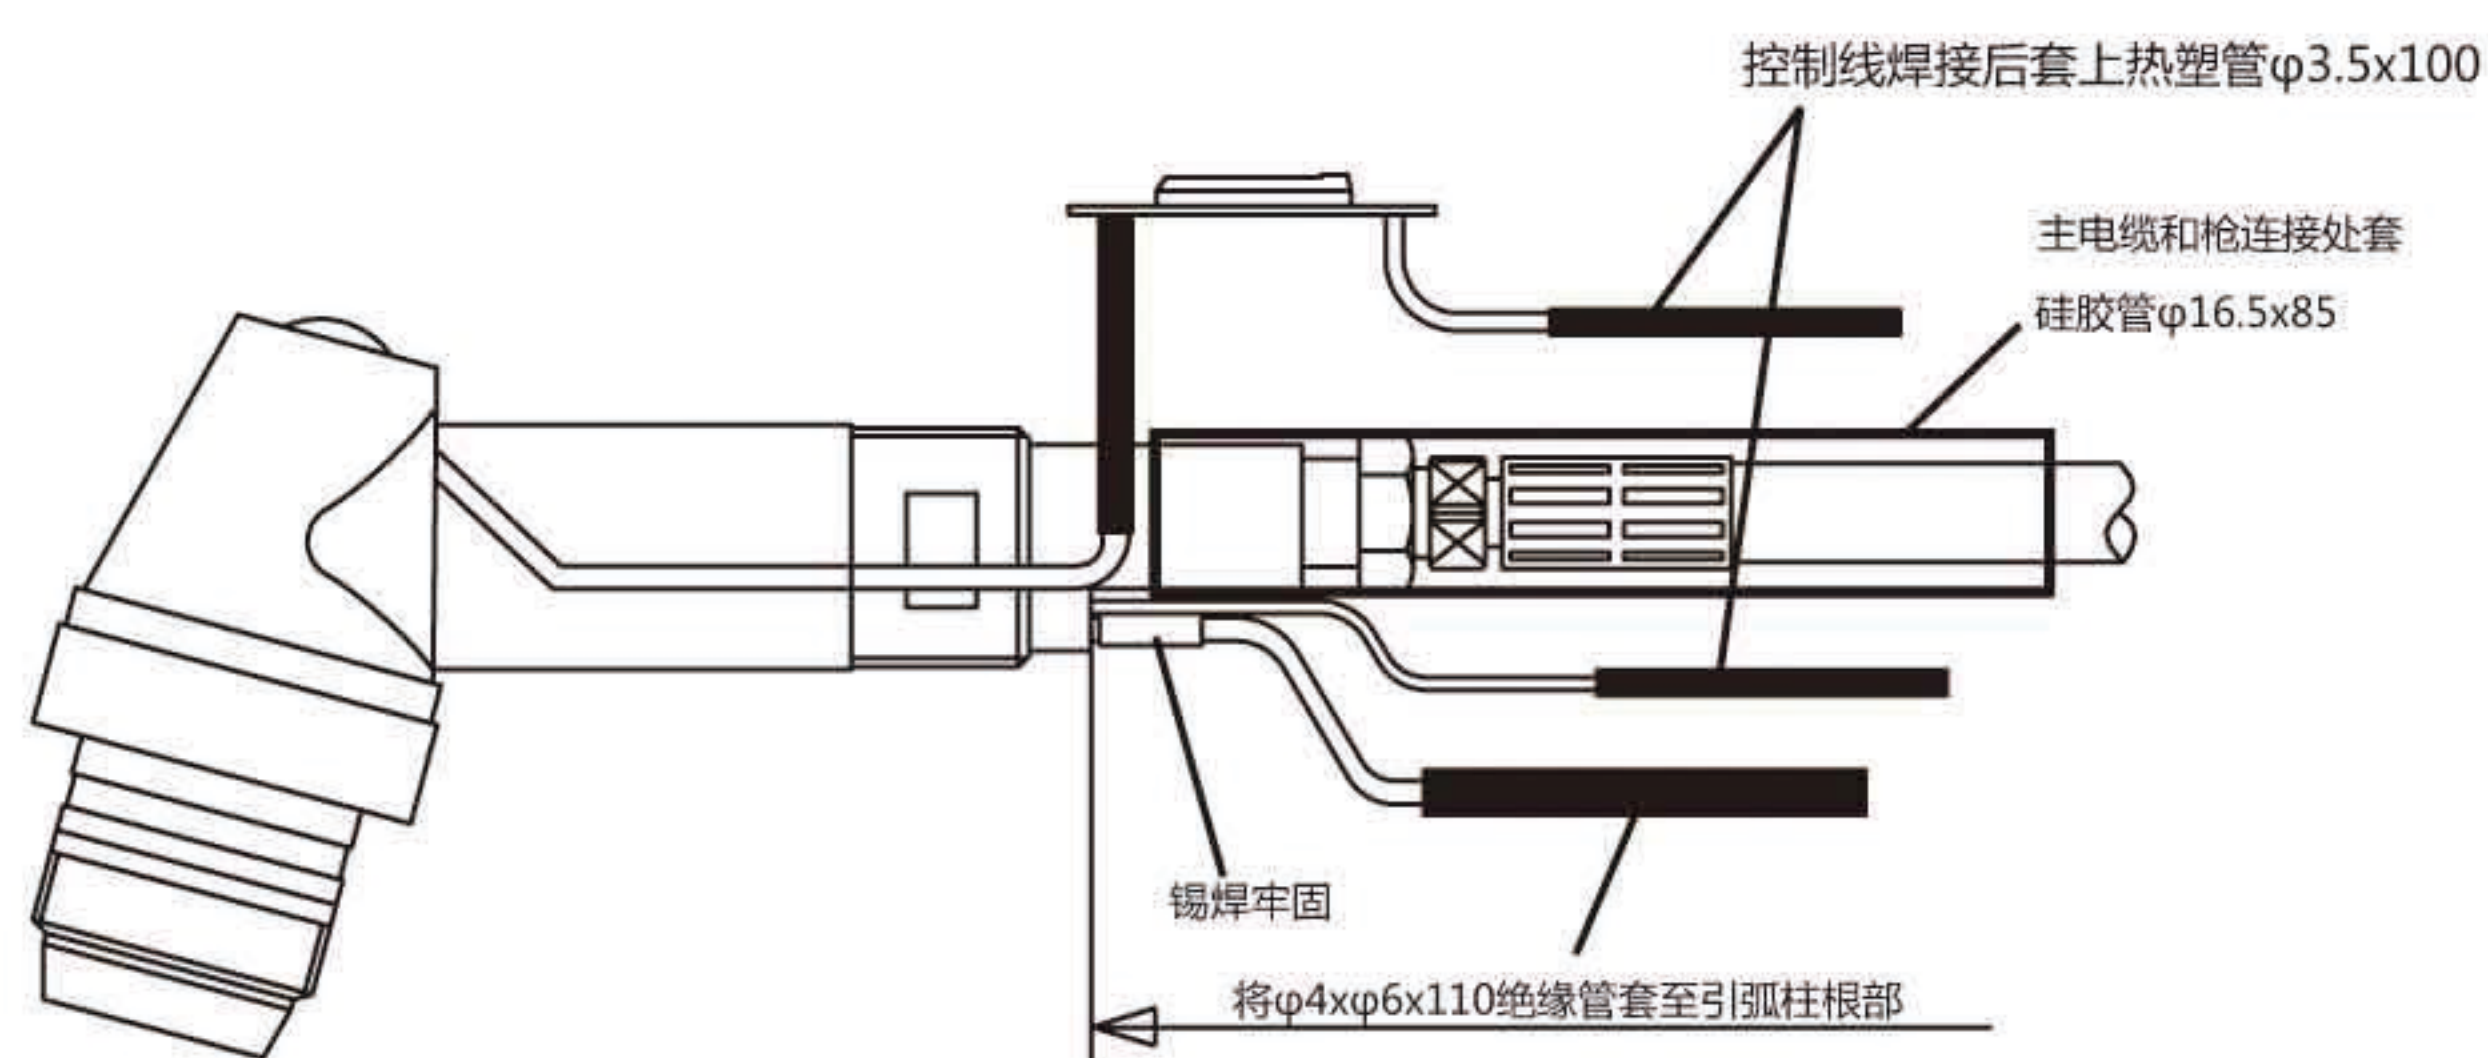
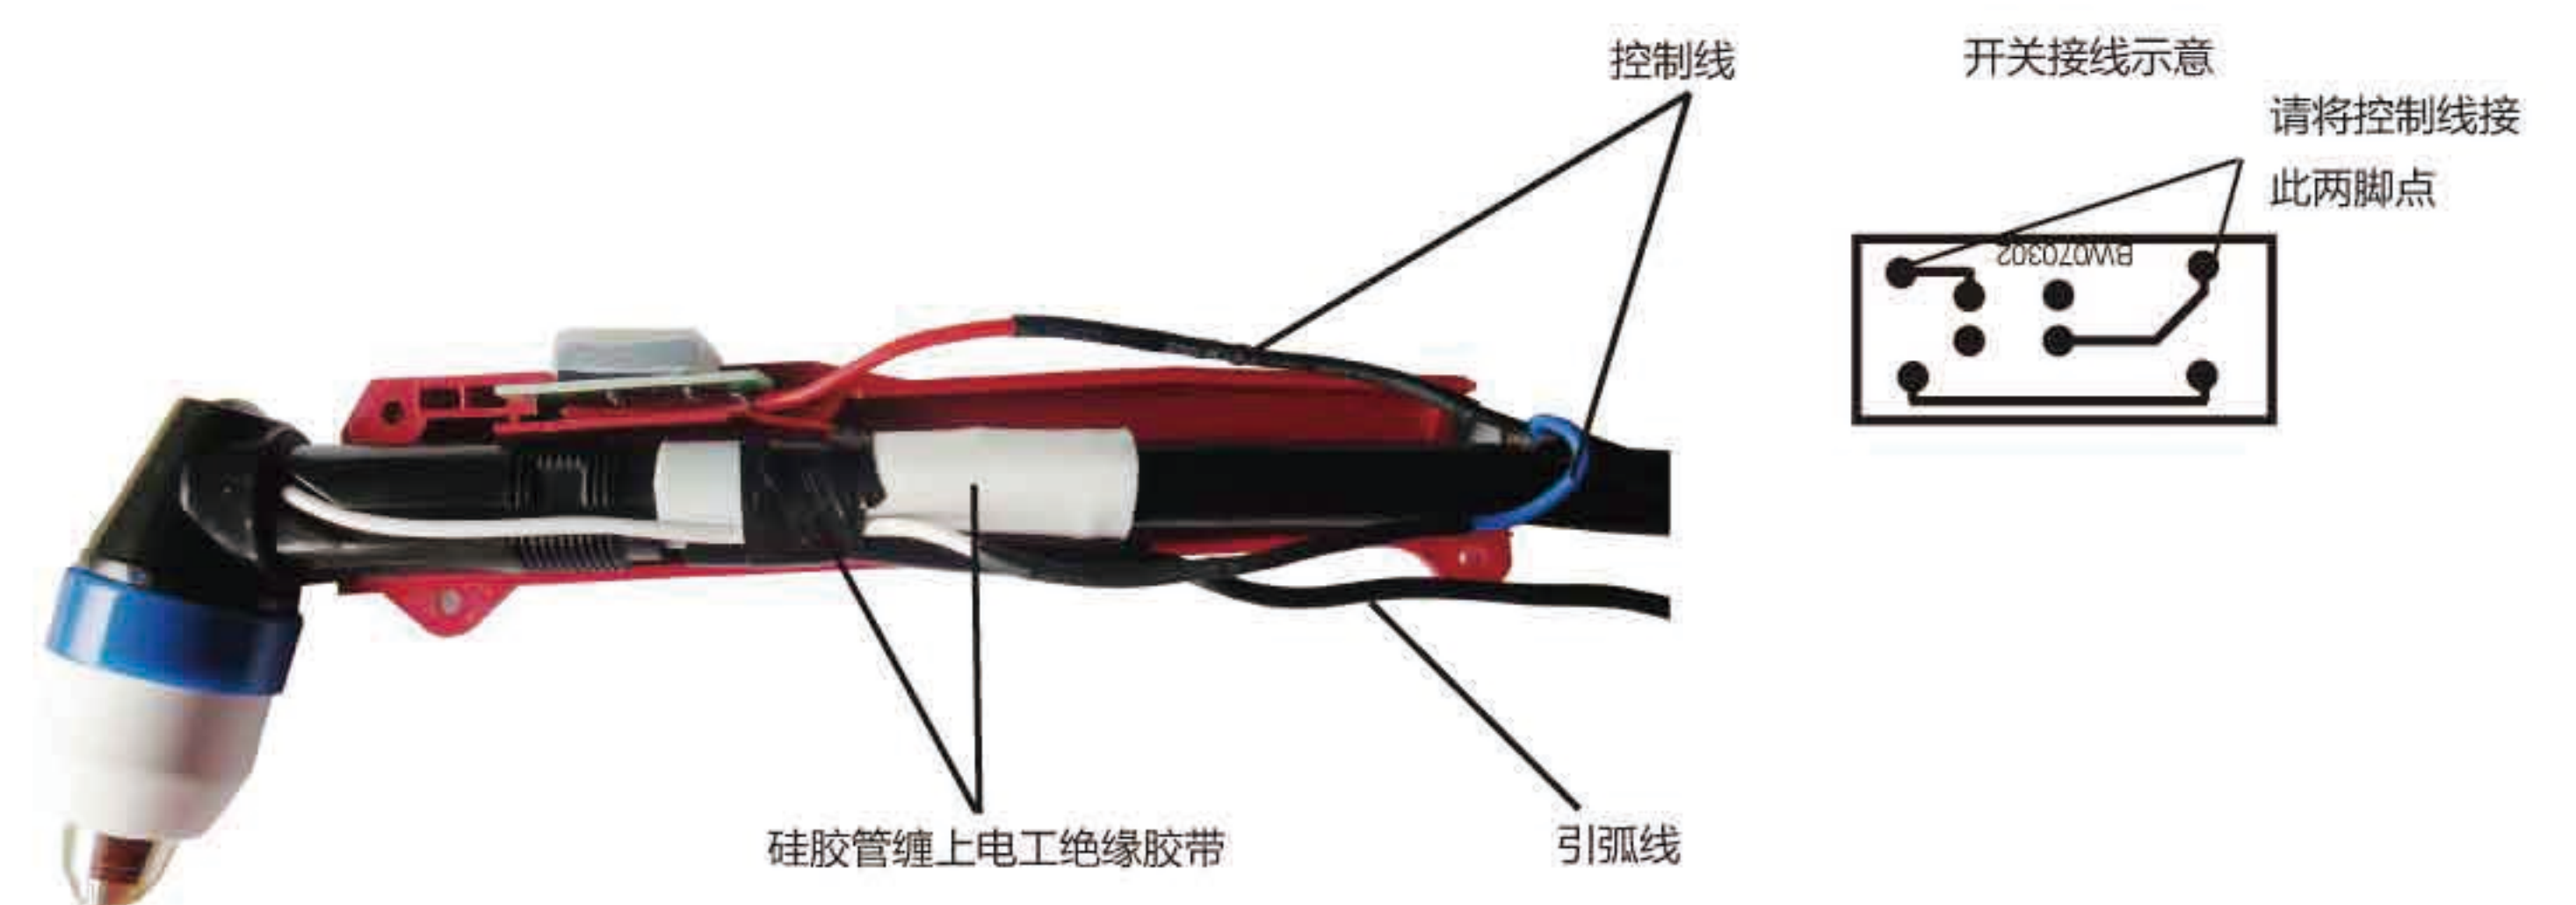

图 2
图 3
2：客户使用镀银保护罩或需要带保护线路枪头时，为了安全和保证焊枪的使用性，按如下步骤与图2、图3的要求进行枪头与电缆组连接：
- 4.保护线错接，请对照图2所示接法。